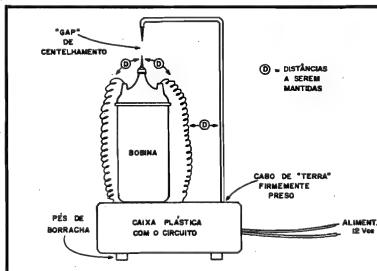

Fig.6
- FIG. 6 - ARRANJO GERAL DA CAIXA/BOBINA/CENTELHA-
Na verdade, mesmo sob 6 VCC, o circuito deverá funcionar, porém sob reduzida capacidade de geração de AT... Em Experiências rápidas, mesmo pilhas poderão ser usadas na energização do GERA (4 a 8 pilhas grandes, num suporte). O ideal, contudo, é alimentar a "fera" a partir de uma fonte de 12V x 1A (devido às características de "pouca frescura" do circuito, mesmo fontes baratas, não reguladas nem estabilizadas, de ripple considerável, servirão...). Com o conjunto arranjado conforme fig. 6, afastamento no gap de centelhamento em torno de 1 cm., é só ligar a alimentação para que o "raio" surja entre as pontas do centelhador, na forma de uma crepitante fásca azulada, ondulando em pleno ar, repleta de energia... Não se espantem se o ar começar a "cheirar" diferente junto ao EXPERIMENTADOR... Isso se deve à presença do ozônio, um alótropo do oxigênio gerado pela forte ionização do ar imposta pela passagem do "raio" de AT...